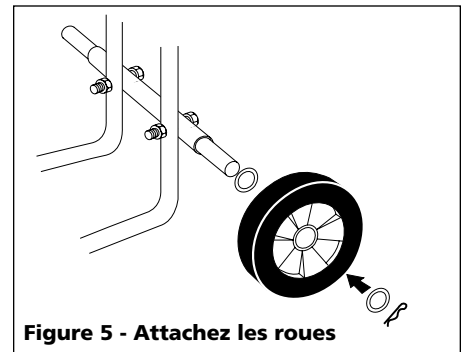

Figure 5 - Attachez les roues
- Répétez pour l'autre côté (Voir la Figure 5).